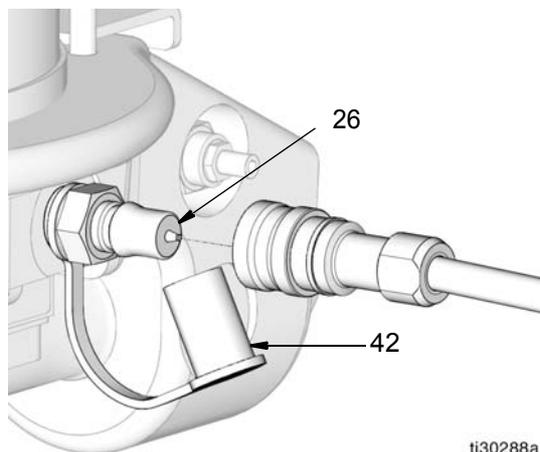

FIG. 8
1. Retire la tapa antipolvo (42) (FIG. 8) del espárrago de llenado (26).
2. Conecte el accesorio de conexión rápida de la bomba de llenado al espárrago de llenado (26) del depósito.
- Desconecte la bomba de llenado del espárrago de llenado (26, FIG. 8).
- Ponga la tapa antipolvo (42) sobre el espárrago de llenado (26) (FIG. 8).